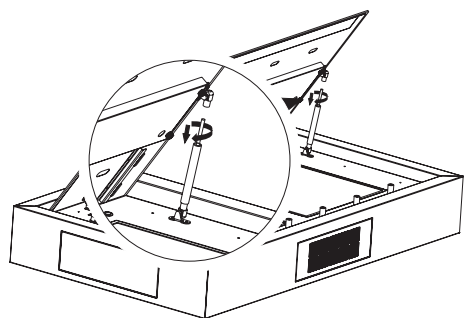

Abb. 8
3. Drehen Sie die Kolbenstange in Pfeilrichtung, um zu Öffnen(Abb. 8).